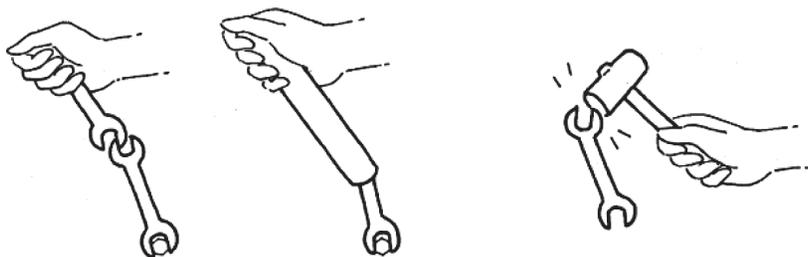

图 1-2-4 扳手的错误使用
③ 即使扳手同螺母或螺栓可靠结合,如果突然用很大的力气拧紧/松开螺母或螺栓,应注意扳手的开口有可能松开。
④ 扳手手柄的长度取决于扳手开口的尺寸,这样才能用适于螺栓或螺母尺寸的扭矩进行拧紧。所以,不要把两把扳手接合使用,不要在扳手手柄上加套管来加长手柄,也不要锤敲扳手来代替用手推扳手,如图 1-2-4 所示。如果你这样使用扳手,扭矩会变大,将可能导致损坏螺栓和扳手,甚至导致严重事故。所以,绝对不要这样使用扳手。